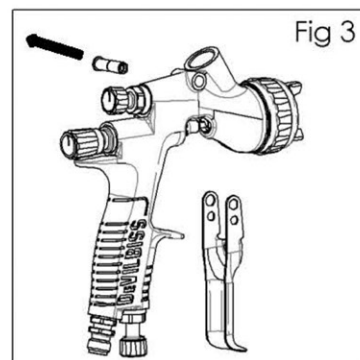

Fig 3
2. Quite el espárrago del gatillo (40) y quite el gatillo (39) (Ver Fig. 3).